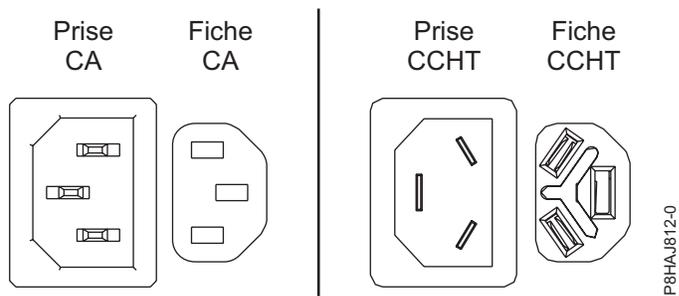
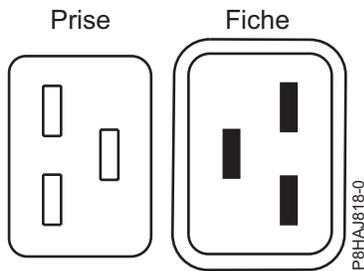
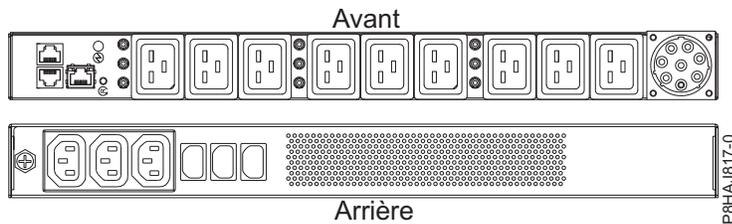

Figure 27. Connecteurs CA et CCHT
Figure 28. Connecteurs pour le système 8408-44E
Figure 29. Unité d'alimentation pour le système 8408-44E
La figure 27 représente les connecteurs pour courant alternatif (CA) et courant continu haute tension (CCHT) pris en charge. Les figure 28 et figure 29 illustrent les connecteurs et l'unité d'alimentation (PDU) pris en charge pour le système 8408-44E.